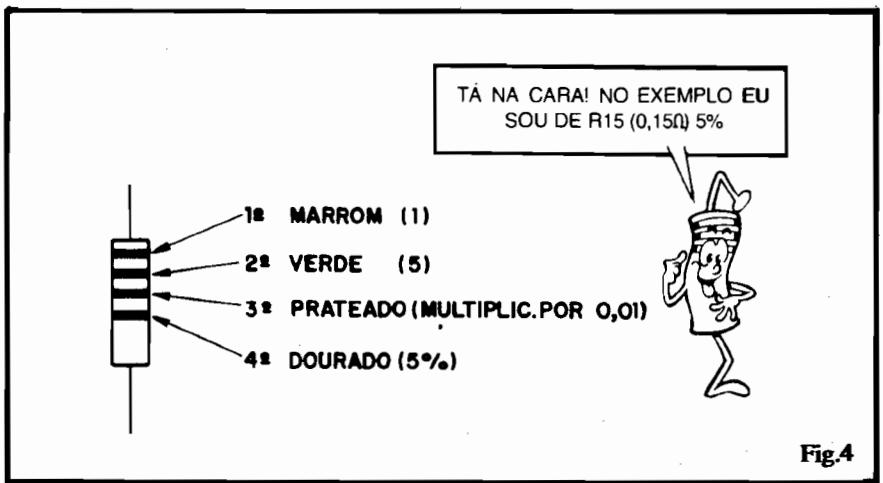

Fig.4
- FIG. 4 - Conforme o próprio bonequinho do RESISTOR está declarando, trata-se de um componente com o valor de R15 (ou 0,15 ohms), já que o número formado pelos dois primeiros algarismos, que é 15 (marrom-verde) deve ser “multiplicado por 0,01” (ja que a terceira cor é prateada...), com tolerância de 5% (quarta cor = dourada...)